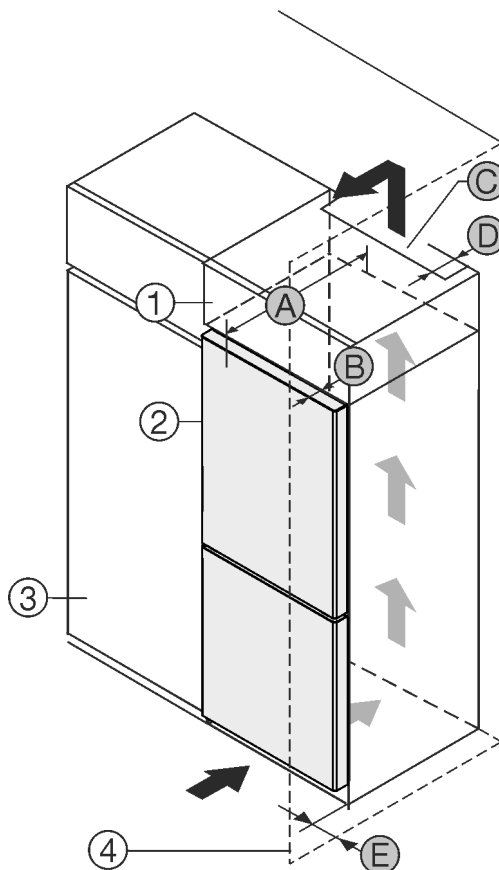

Fig. 1
A készülék közvetlenül a konyhaszekrény Fig. 1 (3) mellé állítható.*
A rátétszekrény hátoldalán egy megadott mélységű Fig. 1 (D) szellőzőaknákat kell kialakítani a rátétszekrény teljes szélességében.*
A mennyezett alatt be kell tartani a szellőző keresztmetszetet Fig. 1 (C).*
Ha a készüléket a zsanérjaival a fal Fig. 1 (4) mellé állítja fel, legalább 13 mm távolságot kell tartani a faltól.*
Ha a készüléket a zsanérjaival a fal Fig. 1 (4) mellé állítja fel, legalább 20 mm távolságot kell tartani a faltól.*
Ahhoz, hogy az ajtót teljesen ki tudja nyitni, a készüléknek a konyhaszekrény elülső oldalához képest legalább az ajtó mélységének Fig. 1 (B) megfelelően ki kell állnia. A konyhaszekrények Fig. 1 (3) mélységétől és a fali távtartók használatától függően a készülék nagyobb mértékben is túllóghat előre felé.*